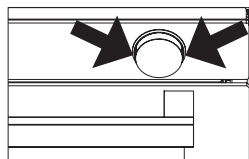
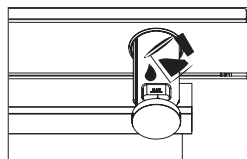
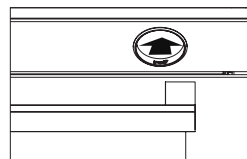

Figura 4
Figura 5
Figura 7
**1.** Retire el recipiente de agua tirando de él por los puntos indicados por la flecha. Rellene el recipiente de agua (véase la figura 4) y deslícelo en el sentido de la flecha hasta la posición inicial para colocarlo en su sitio (véase la figura 5,6). Después de 10 minutos de precalentamiento, deslice el recipiente de agua en la dirección de la flecha hasta que oiga un "clic" (véase la figura 7).